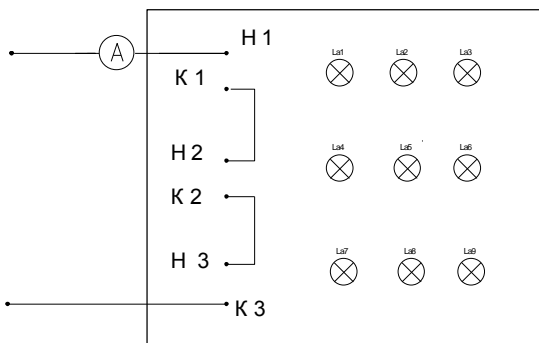

Рисунок 1. Схема последовательного соединения
1. Ознакомиться со схемой (рис.1) последовательного соединения и проверить правильность соединения.